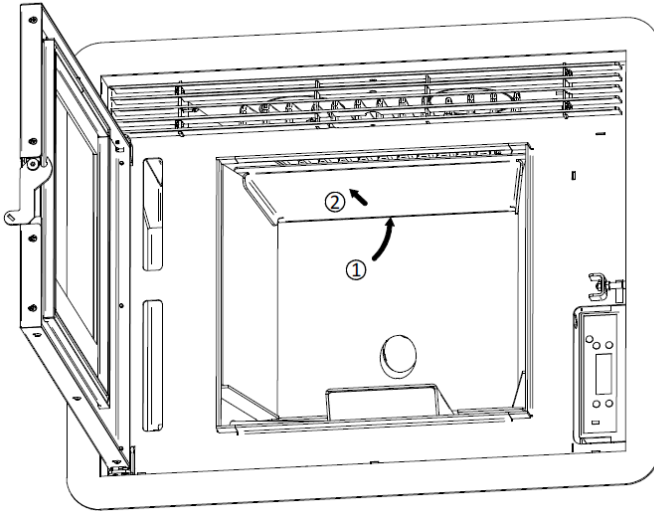

Figure 46 – Démontage du déflecteur
- Une fois que les plaques libérées en bas, il est possible d'enlever les plaques en poussant la plaque vers le haut, au point A décrit précédemment dans la figure 46.